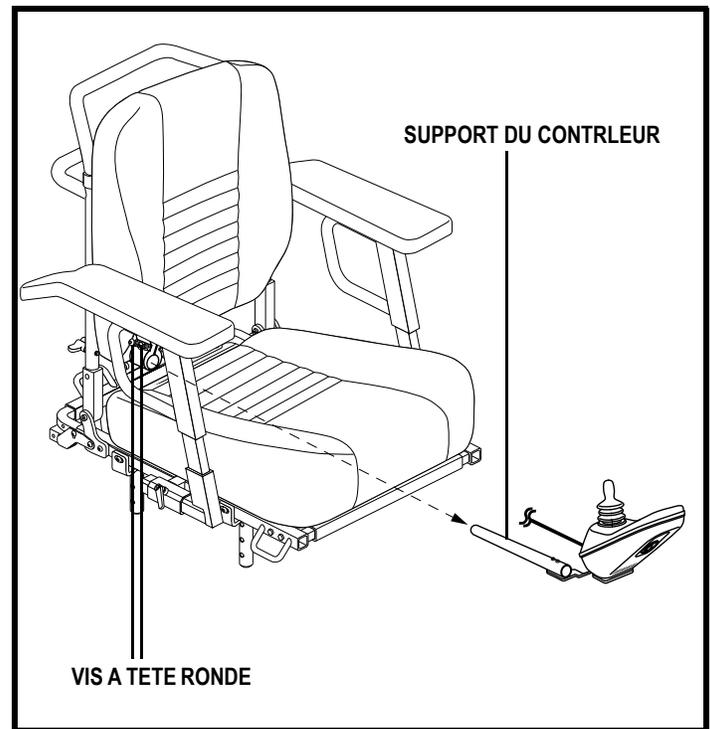

Figure 25. Position du contrôleur sur le siège Euro
5. Desserrez la vis à tête ronde de la fixation en forme de figure 8 située sur l'accoudoir. Voir la figure 25.